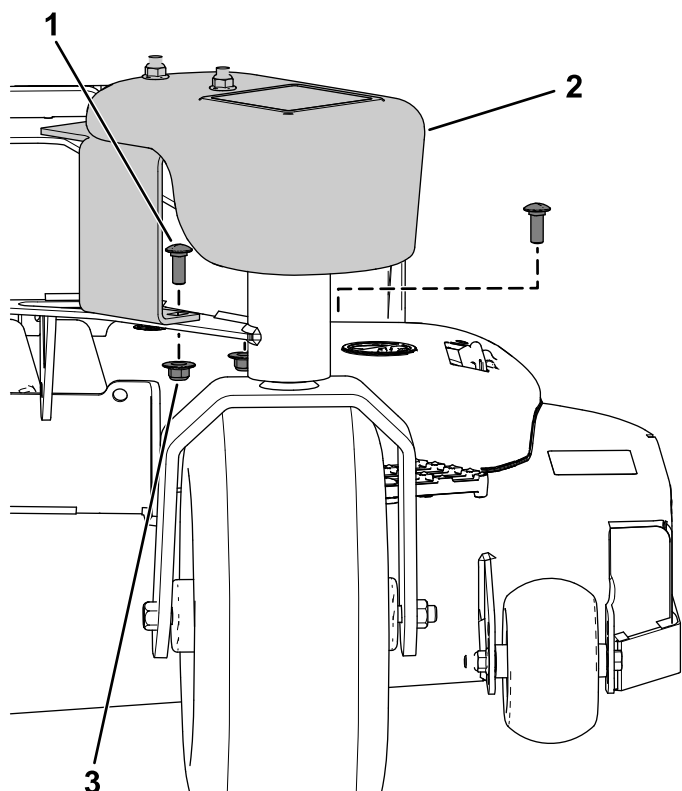

Figura 5
1. Sujete el peso al brazo de la rueda giratoria usando 2 pernos de cuello cuadrado ($\frac{3}{8}$ " x 1") y 2 tuercas con arandela prensada ($\frac{3}{8}$ "), como se muestra en la Figura 5.